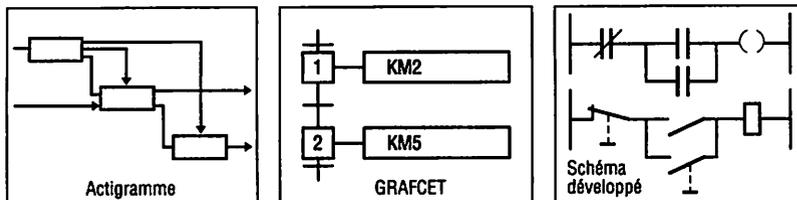

Fig. 2 : Différentes approches pour l'analyse d'un système.
1.2. Les outils d'analyse d'un système (fig. 2)